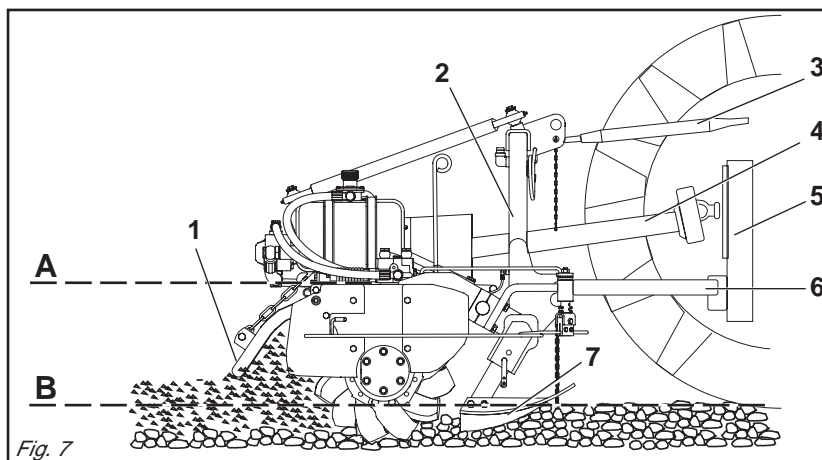

Fig. 7
- 4 - Collegare il terzo punto superiore ed effettuare una corretta regolazione con il tirante di regolazione (3 Fig. 7) verificando che il piano superiore della macchina (A Fig. 7) risulti parallelo al piano terra (B Fig. 7).
- 4 - *Connect the upper third-point and correctly regulate by means of the adjuster (3 Fig. 7), checking that the upper surface of the machine (A Fig. 7) is parallel to the ground (B Fig. 7). This is very important since it achieves parallelism between the*
- 4 - Den oberen Kupplungspunkt anschließen und den oberen Lenker (3 Abb. 7) korrekt einstellen.
- 4 - *Reliez le troisième point supérieur et réglez correctement à l'aide du tirant (3 Fig. 7).*
Assurez-vous que le plan supérieur de la machine (A Fig. 7) soit pratiquement parallèle au terrain (B Fig. 7).
- 4 - Conectar el tercer punto superior y efectuar una correcta regulación con el tirante de regulación (3 Fig. 7) controlando que el plano superior de la máquina (A Fig. 7) resulte paralelo al plano al nivel del suelo (B Fig. 7).
Sicherstellen, daß die obere Haubenkante der Maschine (A Abb. 7) parallel zum Boden (B Abb. 7) steht.